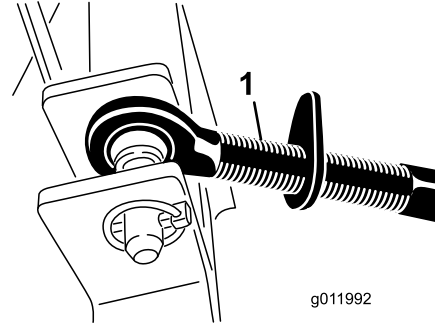

図 5
1. 上リンクをブラケットの穴に接続し、クレビスピンとリンチピンで固定する **図 5**。
4. PTO シャフトが一番短くなった状態でも完全に縮んだ状態まで少なくとも 37 mm の余裕が必要である図5。